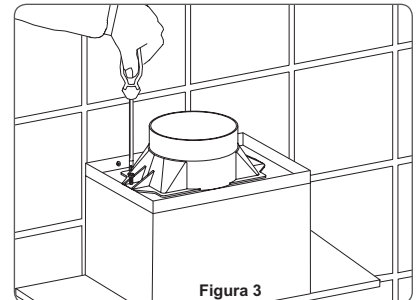

Figura 3
- 4 Fixe o suporte do duto na parte superior do corpo da coifa (figura 3).
- 2 Fixe o duto (d=120mm - não fornecido), sobre o suporte fixado no passo 4 do modo exaustão (figura 3) e na outra ponta do duto fixe o recirculador T. Note que, neste caso, a saída lateral de ar da chaminé deverá estar alinhada com o recirculador T, para que a fumaça saia para fora da chaminé, conforme figura 7.